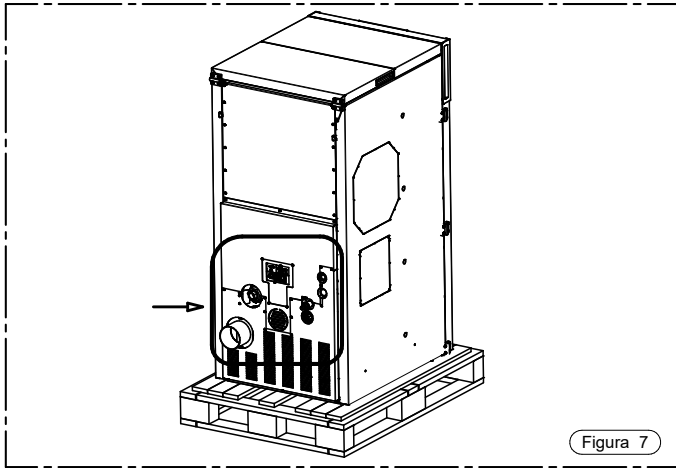

Figura 7
- Levante ligeramente la caldera e introduzca un carro adecuado (véanse las figuras 6, 7 y 8): durante esta operación, preste atención para no dañar los revestimientos y las partes sobresalientes de la caldera, tal como se muestra en la figura 7.
- A continuación, coloque el equipo (véase la figura 7).